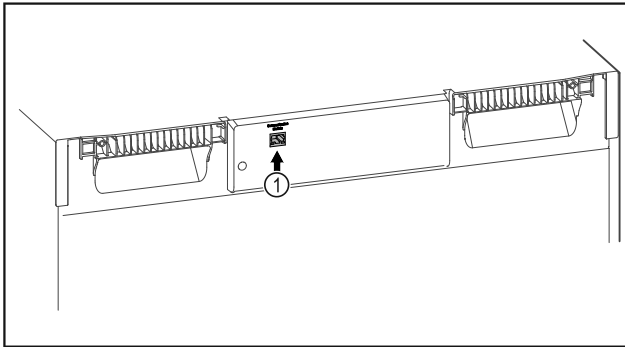

Fig. 138
- Το SmartModule Fig. 138 (1) είναι τοποθετημένο.